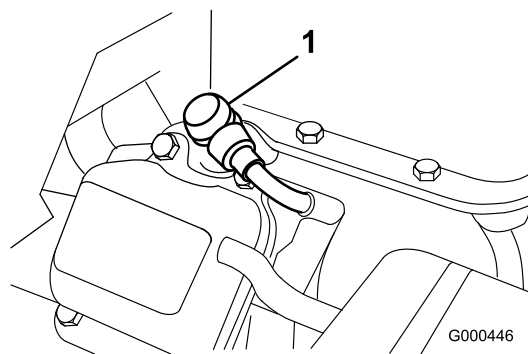

Figura 26
1. Staccate il cappellotto della candela (Figura 26).